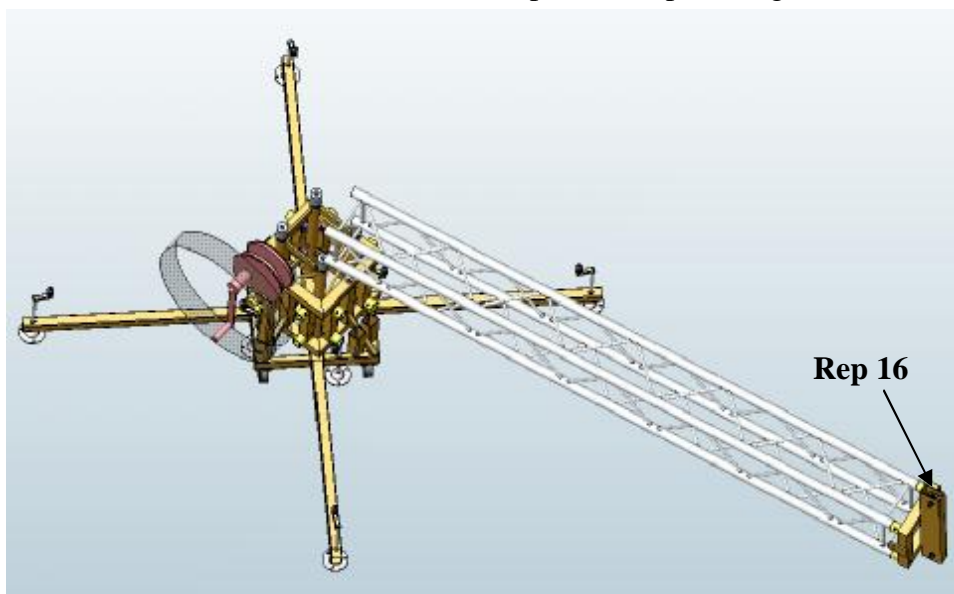

fig.10
c) Passer le câble du treuil sur les 2 poulies (rep 16) (fig.10).